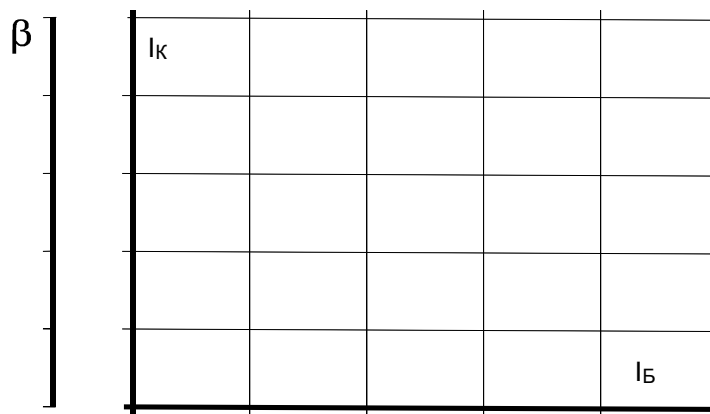

Рис. 4.2.3.
- На семействе кривых $I_K(U_{KЭ})$ выберите какое-либо постоянное напряжение $U_{KЭ}$ (например, 5 В) и на рис. 4.2.3 постройте зависимость $I_K(I_B)$ для этого значения напряжения $U_{KЭ}$. Рассчитайте и на этом же рисунке постройте график $\beta(I_B) = \Delta I_K / \Delta I_B$. Нанесите шкалы по осям.